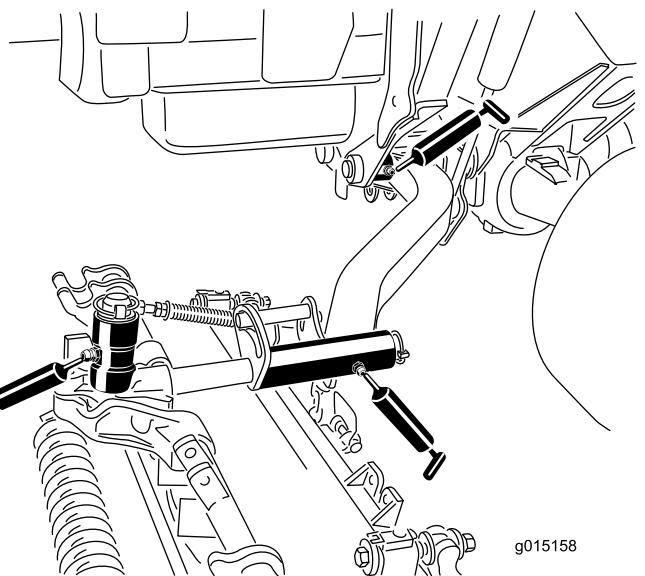

图 45
- 提升臂枢轴轴套每个滚刀组 1 个 (图 45)
- 滚刀组承载架每个滚刀组 2 个 (图 45)
- 滚刀组提升臂枢轴每个滚刀组 1 个 (图 45)